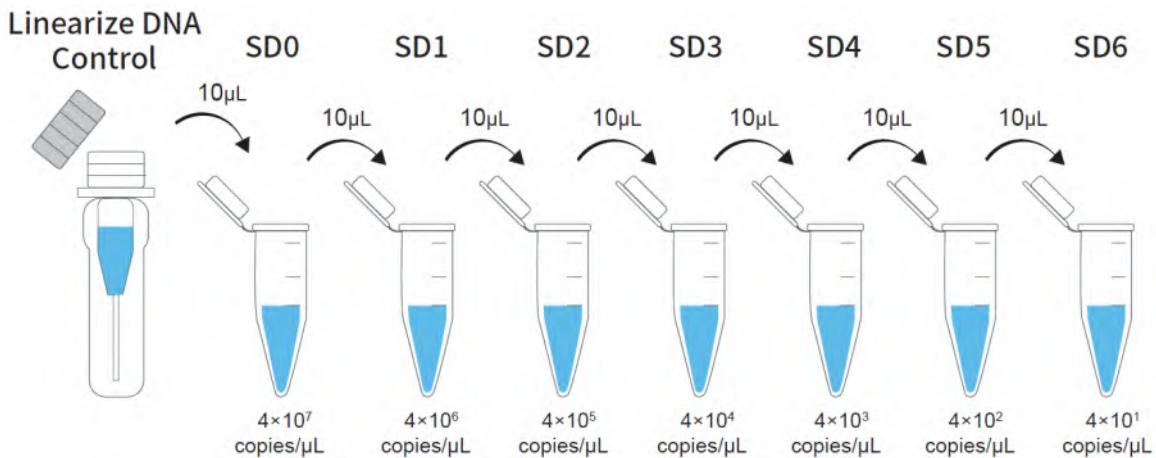

图 1: 线性化 DNA 定量参考品(Linearize DNA Control)倍比稀释示意图
- 如图 1 所示: 在低吸附离心管中加入 **90 μL** DNA 稀释液 (DNA Dilution Buffer) 和 **10 μL** 线性化 DNA 定量参考品(Linearize DNA Control)稀释至 4×10^7 copies/ μL , 充分振荡 (5-10s) 混匀后离心备用; 按此方法继续依次 10 倍倍比稀释至 4×10^6 copies/ μL , 4×10^5 copies/ μL , 4×10^4 copies/ μL , 4×10^3 copies/ μL , 4×10^2 copies/ μL , 4×10^1 copies/ μL 。**注意: 每稀释 1 个梯度必须充分混匀后再向下稀释, 保证稀释的均匀准确。**